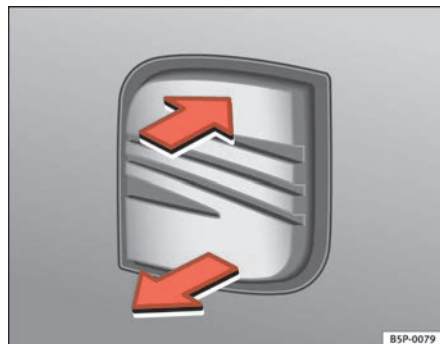

Fig. 64 Portón trasero: apertura desde fuera
- Tire de la maneta y levante el portón ⇒ fig. 64. El portón se abre automáticamente.